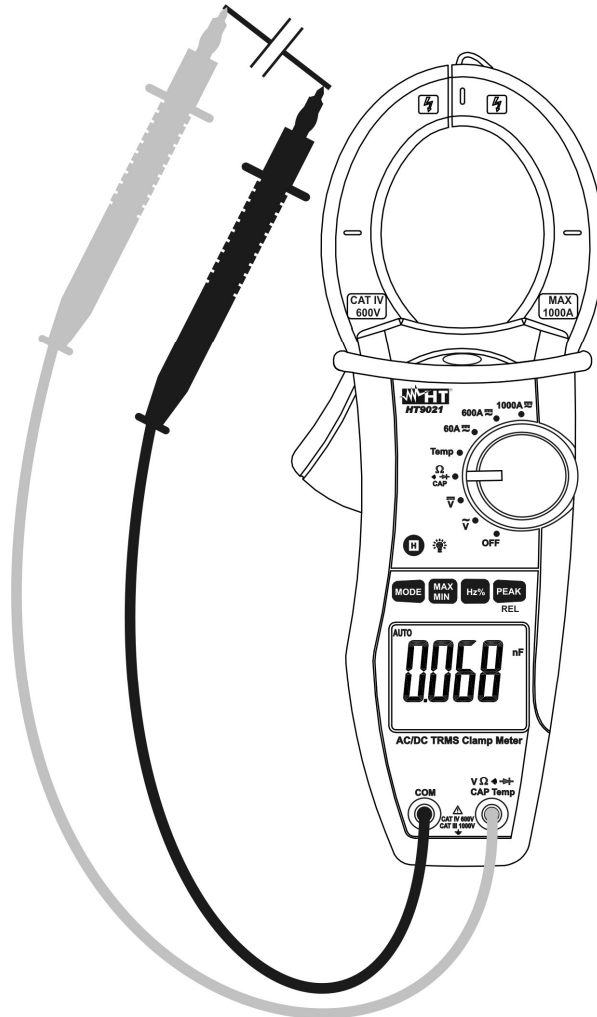

Fig. 7: Uso da pinça para medição de Capacidades
4. Colocar as ponteiros nos pontos pretendidos do circuito em exame (Fig. 7). O valor da capacidade será apresentado no display. Na medição de capacidade a barra gráfica analógica fica desativada